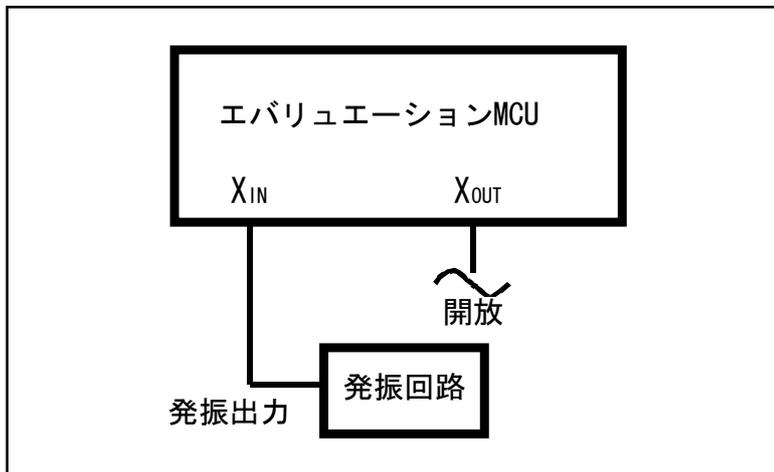

図 3.3 外部発振回路
- 本製品を外部クロックで動作させる場合は、図 3.3に示すように、ターゲットシステム上に発振回路を構成し、エミュレーションMCUの動作範囲内で、デューティ50%の発振出力をXIN端子に入力してください。またこのときXOUT端子は開放としてください。